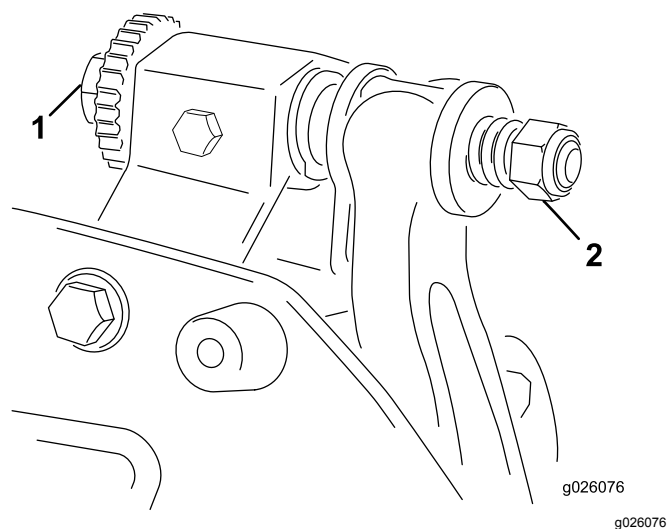

図 11
- A. ベッドバー調節ねじ 図 11 を1クリックずつ均等に締めながら、ごく軽い接触が得られるようにする。
6. シムを左右に滑らせながら右側のベッドバー調整ボルト 図 11 を回して、シムに軽い圧迫シムが挟まれる感じを感じる程度に調整する。シムを抜き取る。